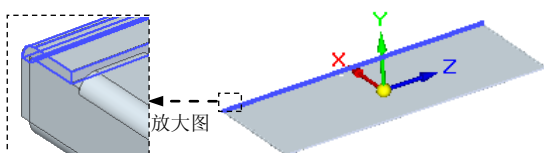
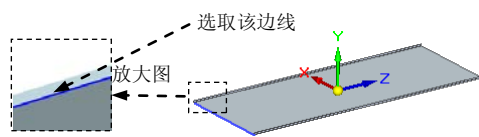

图 8.13.273 弯边特征 4
图 8.13.274 定义附着边
Step15. 创建图 8.13.273 所示的弯边特征 4。
(1) 选择命令。单击“主页”功能选项卡“钣金”工具栏中的“弯边”按钮.
(2) 定义附着边。选取图 8.13.274 所示的模型边线为附着边。
(3) 定义弯边类型。在 **距离** 文本框中输入值 14, 在 **角度** 文本框中输入值 90, 单击“外部尺寸标注”按钮和“材料外侧”按钮; 调整弯边侧方向如图 8.13.273 所示。
(4) 单击 **完成** 按钮, 完成特征的创建。